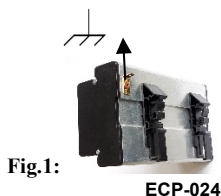

Fig.1:
- E' obbligatorio la messa a terra esterna della parte posteriore del ECP-024. (ver Fig.1)